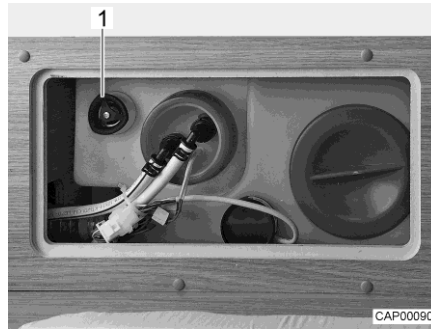

Fig. 97 Depósito de agua con tirador giratorio
- Girar el tirador giratorio (Fig. 97,1) del depósito de agua en sentido contrario a las agujas del reloj sobrepasando la resistencia, para abrir el orificio de salida completamente.